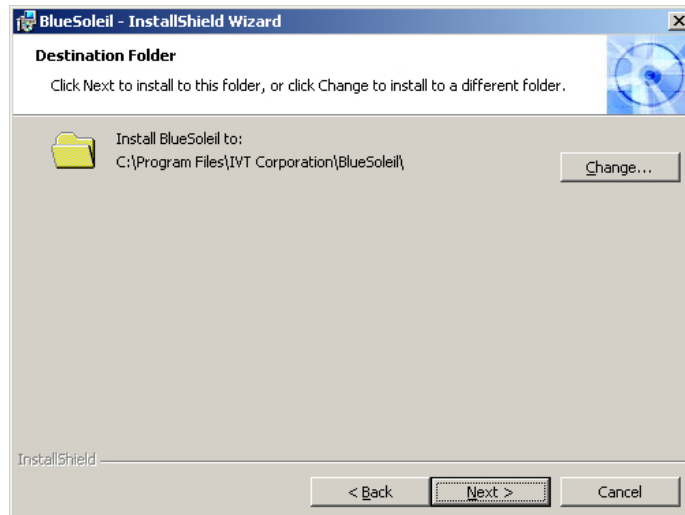

Abbildung 7-33: Bluetooth-Treiber Zielordner
Schritt 7: Der Bildschirm zur Ordnerauswahl wird angezeigt (**Abbildung 7-33**). Bestätigen Sie den Zielordner zur Installation des Bluetooth-Treibers.